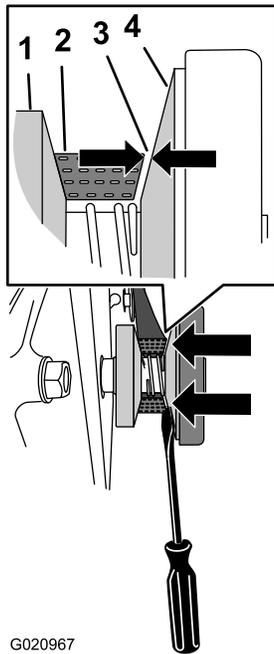

Figure 38
2. Mesurez l'écartement entre la courroie et le cône coulissant (Figure 38). Si l'écartement se situe entre 0,76 et 1,27 mm (0,03 et 0,05 po), passez à l'opération 6.
5. Lorsque un écartement de 0,76 à 1,27 mm (0,03 à 0,05 po) est obtenue (Figure 38), resserrez les boulons et écrous qui fixent le moteur au plancher moteur à 18 Nm (13 lb-pi).